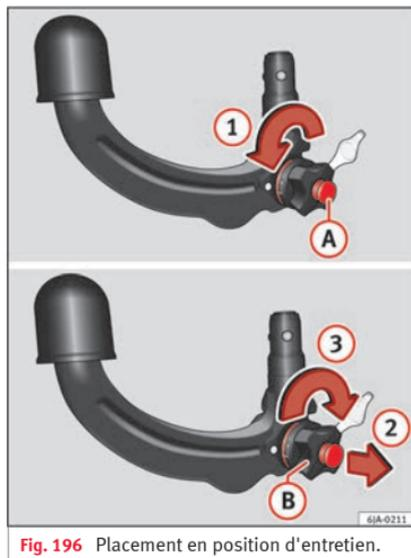

Fig. 196 Placement en position d'entretien.
- Tournez la clé **A** dans le sens de la flèche **1** jusqu'à la butée **» fig. 196.**